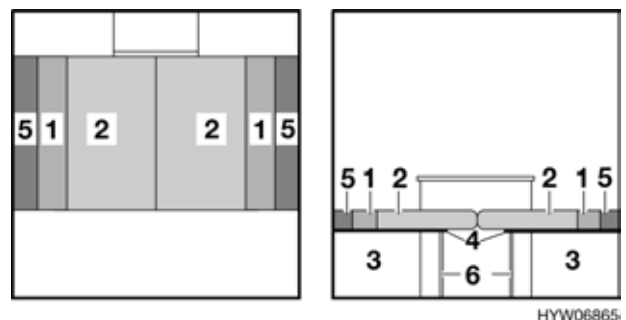

Bild 89 Nach dem Umbau zu einem großen Bett
- Lattenrost (Bild 89,4) komplett herausziehen.
- Lattenrost-Stützen (Bild 89,6) ausklappen.
- Das Rückenpolster (Bild 89,1) und das Zusatzpolster (Bild 89,5) zwischen das Sitzpolster (Bild 89,2) und die Außenwand legen.